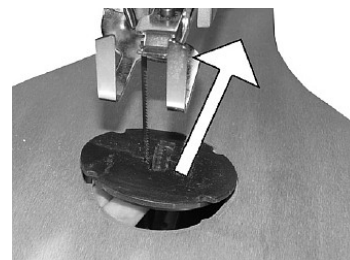

Abb. 10: Abdeckung öffnen
Schritt 2: Die Tisch Abdeckung ( Abb. 10) entnehmen.
Schritt 2: Die Tisch Abdeckung (Abb. 10) entnehmen.